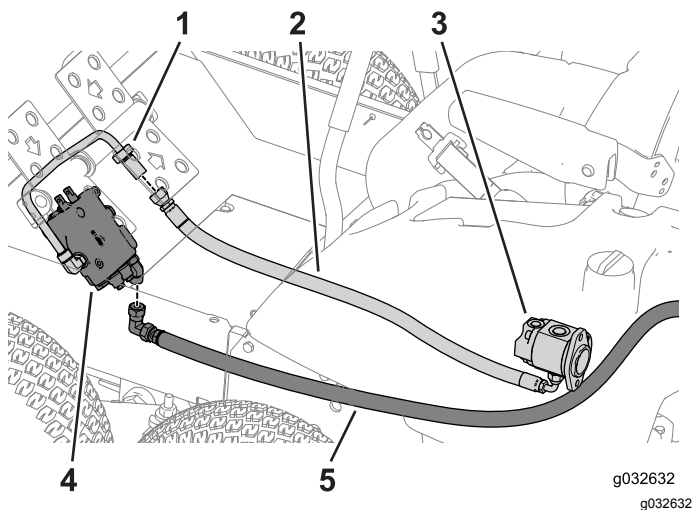

Рисунок 81
4. Проложите шланги в направлении передней части машины (Рисунок 81).